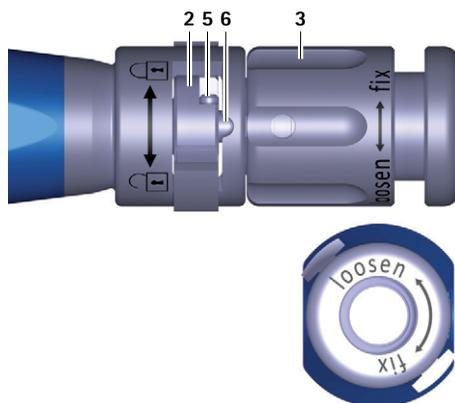

Fig. 1 Primer plano del instrumento de inserción, interruptor abierto
- ▶ Gire la tuerca giratoria **3** del instrumento de prueba **A** en sentido contrario de las agujas del reloj (en dirección "loosen") para deslizar la barra **6** hacia delante, ver Fig. 1.
- ▶ Gire el interruptor **2** hacia la izquierda (en dirección a ) , ver Fig. 1.
- ▶ Gire el interruptor **2** hacia la izquierda (en dirección a **Ⓜ**), ver Fig. 1.
- ▶ Compruebe la posición de acoplado del instrumento de inserción **A**, ver Fig. 1.
- ▶ Gire la tuerca giratoria **3** en sentido contrario de las agujas del reloj (en dirección "loosen") para deslizar la barra **6** hacia delante, ver Fig. 1.